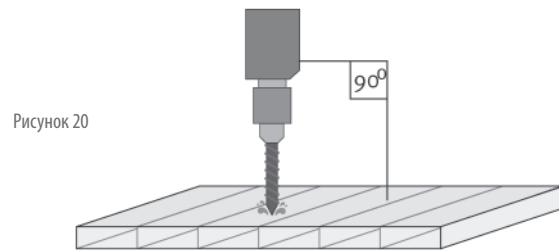

Рисунок 20
1. Рекомендуется применять специальные сверла для пластика, но годятся также и обычные сверла для металла, если они еще не были в работе с металлом. Обычно при сверлении листов охлаждения не требуется. В случае глубокого сверления рекомендуется охлаждение потоком сжатого воздуха и/или частое вынимание сверла для отвода тепла и стружки (Рисунок 20).